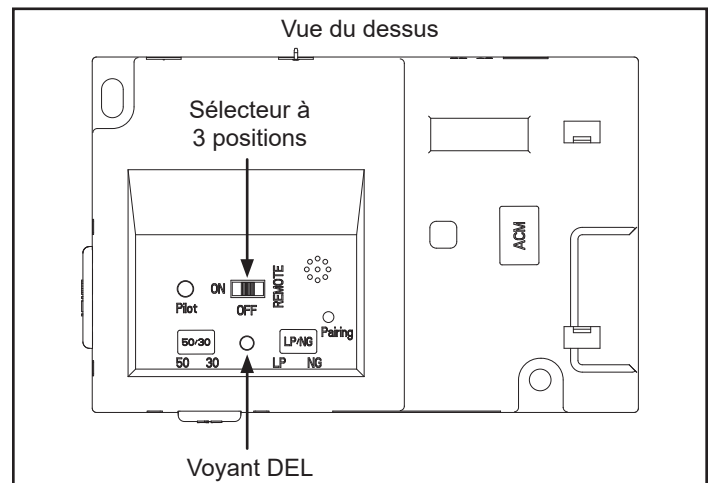

Figure 4.6 – Module IFT-ECM
1. Le module de commande électronique (IFT-ECM) possède un sélecteur ON/OFF/REMOTE à trois positions qui doit être placé dans la bonne position pour fonctionner correctement (figure 4.6). Lorsque vous changez la position du sélecteur, il est important de faire une pause à chaque position pendant 1 à 2 secondes.